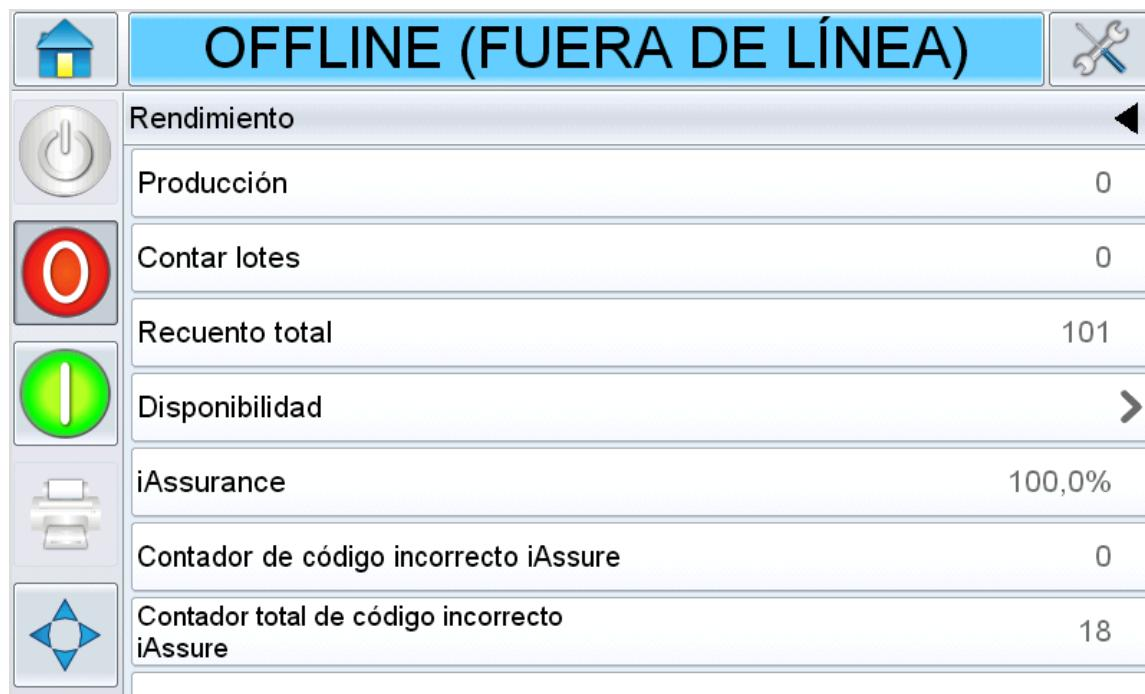

Figura 5-4: Pantalla de rendimiento
Toque el área Performance (Rendimiento) de la página de inicio. Se abrirá la pantalla de rendimiento, como se muestra en la Figura 5-4.
1. Toque el área Performance (Rendimiento) de la página de inicio. Se abre la pantalla Performance (Rendimiento), como se muestra en las (Figura 5-4 en la página 5-6). Desplácese hacia abajo para ver la métrica de iAssure. Consulte Tabla 5-4 en la página 5-6 para obtener más información sobre las métricas iAssure.